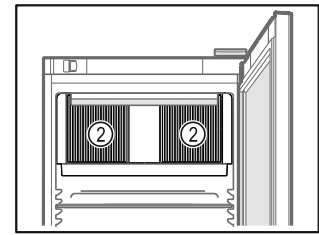

Fig. 54
- Cirkuliuojančio oro ventiliatoriaus vėsinimo plyšiai Fig. 54 (2) viduje turi būti neuždengti.